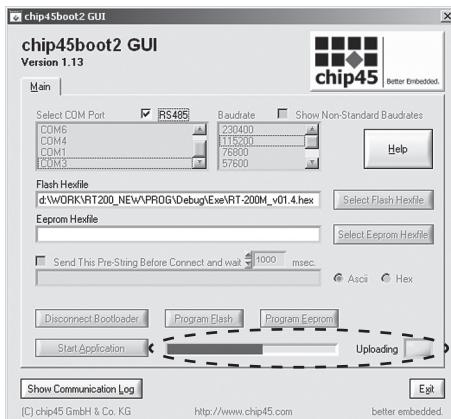

Рис. 30.
13. Контролировать на предмет «Зависания» процесса загрузки пользовательской программы, «**Uploading**» + «**желтый индикатор**», Рис. 30;